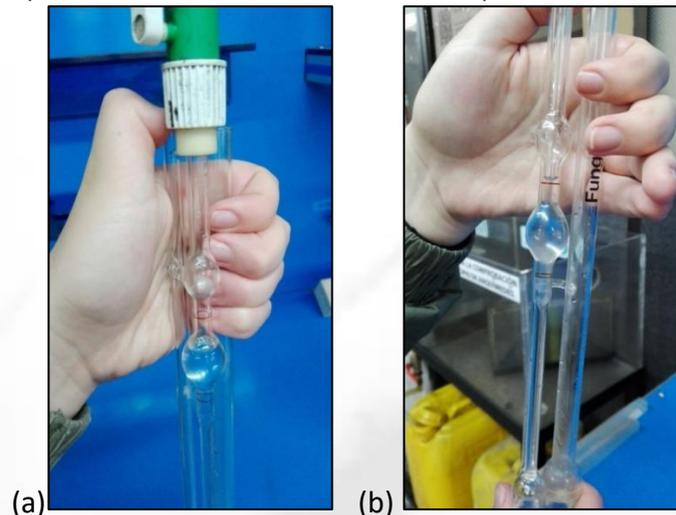

Figura 11. Procedimiento para succionar el fluido (a) Marca de referencia para la succión (b) (Fuente: Propia)
- 4.8. Mientras el orificio del tubo D está tapado ubicar la bomba manual en el orificio del tubo B y succionar hasta que el fluido ascienda hasta un nivel superior de la marca M_1 . (Figura 11)